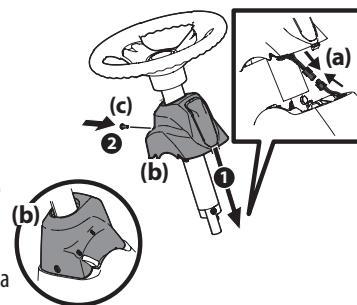

Figura 3
6. Extraiga el tornillo de montaje de la tapa del pedestal instalado en fábrica y ubicado en la consola de dirección del montable. Guarde el tornillo para uso posterior. Consulte la Figura 3.
7. Conecte los terminales del cable del faro (a). Deslice la tapa del pedestal (a) sobre el (montable) y rótele ligeramente a la derecha para calzarla en su lugar. Sujete la tapa del pedestal (b) con el tornillo (c) que extrajo antes. Consulte la Figura 3.